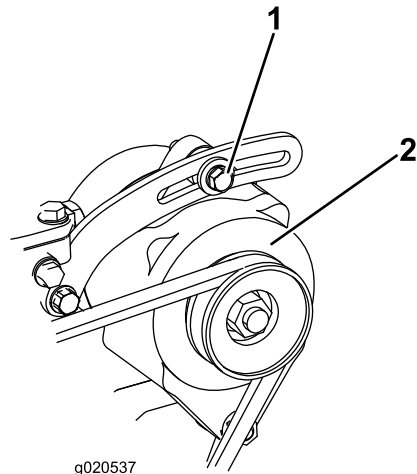

Figura 65
2. Afloje los pernos de montaje del alternador (Figura 65).